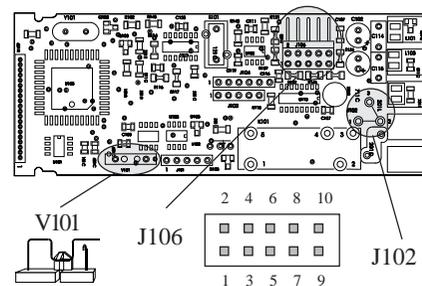

Fig. 12
- 2) Préparer le contact interne V101 (voir fig. 12) sur la position ouverte.